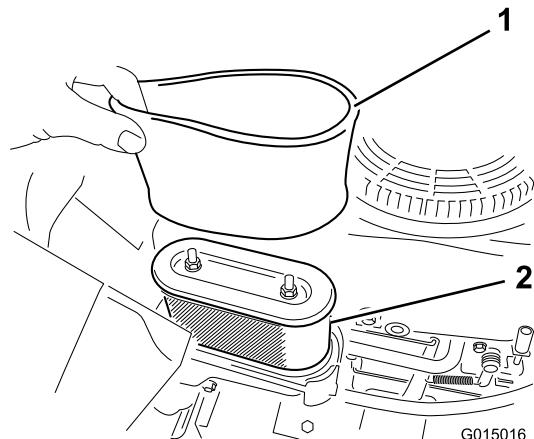

Figura 29
5. Retire cuidadosamente los elementos de gomaespuma y papel de la carcasa del limpiador de aire (Figura 29).
- Instale el filtro de gomaespuma sobre el filtro de papel (Figura 29).